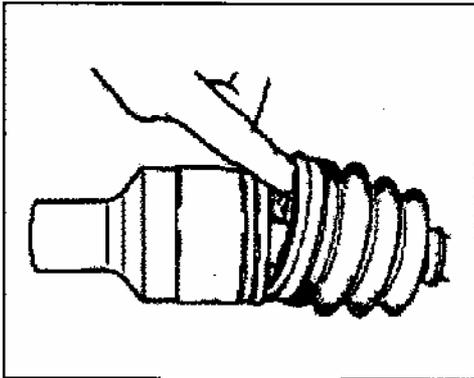

Рис. 490
9) Нанесите смазку на обойму и установите пыльник на корпус (Рис. 490). После установки пыльника, вставьте отвертку под пыльник и выпустите воздух из пыльника, давление под пыльником должно выровняться с атмосферным.